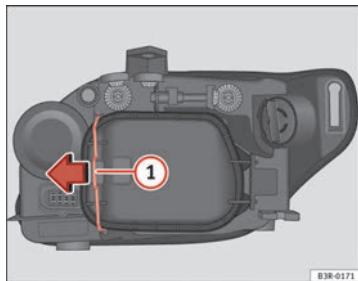

Abb. 207 Abblendlicht
Ein vorheriges Abnehmen des Deckels → Abb. 207 ist zwar nicht notwendig, erleichtert aber den Ersatz des Blinklichts. ■
- Den Spanner ⇒ Abb. 207 ① in Pfeilrichtung bewegen und den Deckel abnehmen, indem zuerst die Seite des Spanners und danach die beiden Laschen des anderen Endes des Deckels abgenommen werden.